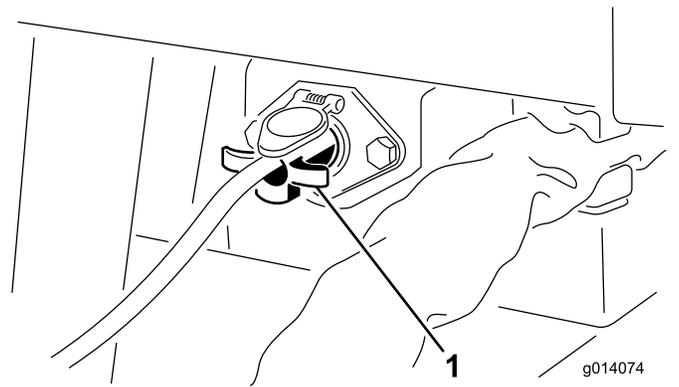

图9
4. 在 SH 型号上，把悬线式开关 (4 个针脚) 插入到机器左前方的插座 (图9)。